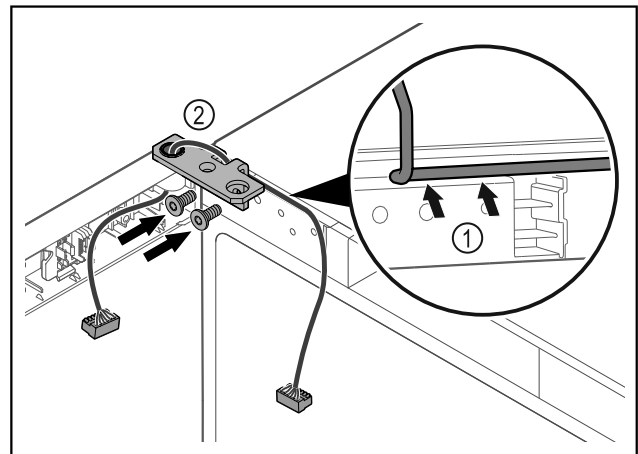

Fig. 54
- Introdurre il cavo nel foro della cerniera angolare e posarlo con cautela Fig. 54 (1).
- Avvitare la cerniera angolare Fig. 54 (2).